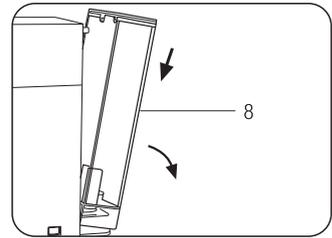

Fig.1
- Per estrarre il serbatoio (8) premerlo verso il basso e contemporaneamente ruotarlo verso l'esterno (Fig.1)